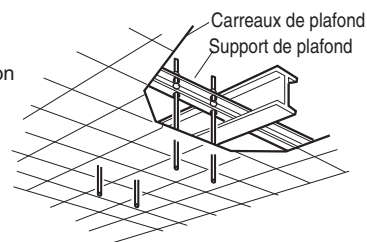

Fig. 3-12
- b) Utiliser les supports de plafond existants ou construire un support approprié (Fig. 3-12).